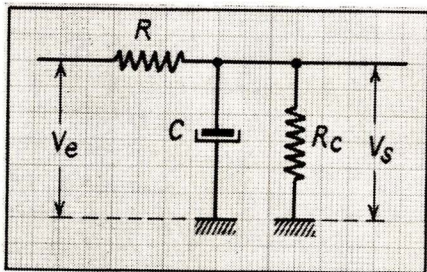

Fig. 1. — Schéma de la cellule de filtrage.
**P 38.** — On a une cellule en  $\Gamma$ , composée de  $R$  et  $C$ , pour filtrer la H.T. d'une alimentation (fig. 1). Les valeurs sont  $R = 1 \text{ k}\Omega$  et  $C = 32 \text{ }\mu\text{F}$ . La tension de sortie  $V_s$  est de 100 V, avec un débit de 10 mA. La charge de ce filtre est donc assimilable à une résistance  $R_c = 10 \text{ k}\Omega$ . En assimilant la tension de ronflement à une tension sinusoïdale de 0,2 V c. à c., à 100 Hz, calculer la tension de ronflement à